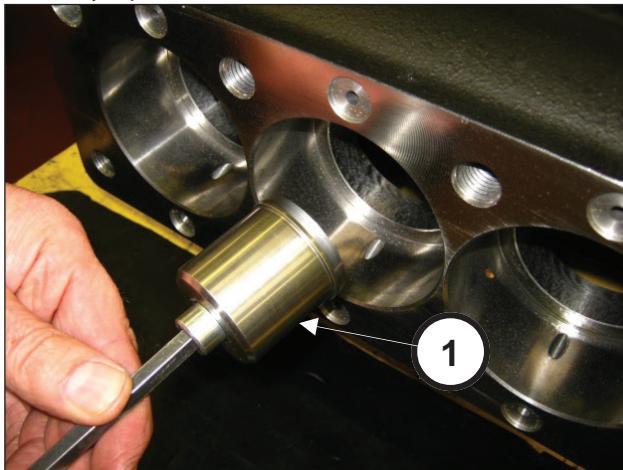
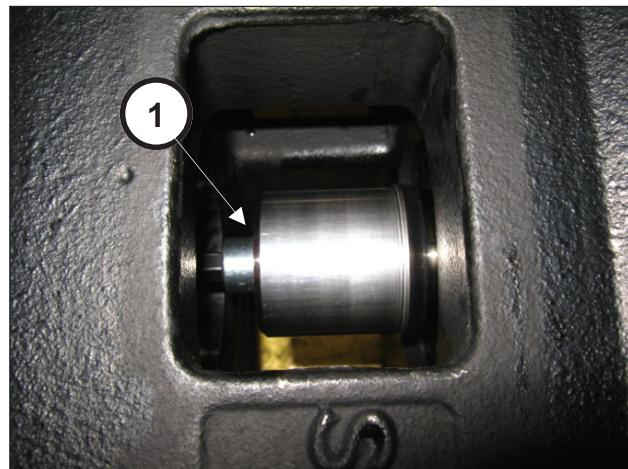

Рис. 34
Рис. 35
Установите инструмент (поз. ①, Рис. 34) и навинтите его на шток до упора (поз. ①, Рис. 35).